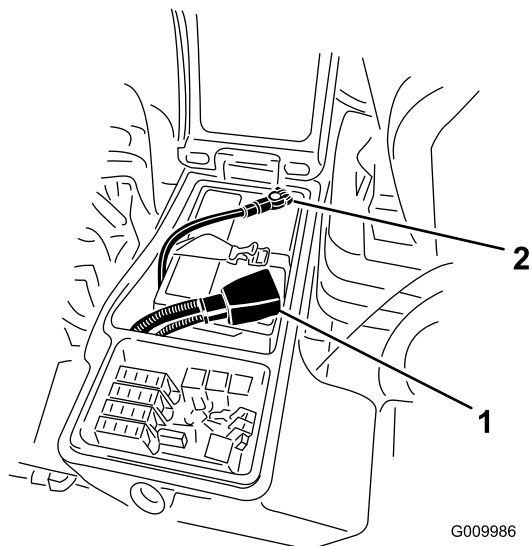

Bild 49
3. Klemmen Sie das Minuskabel (Schwarz) vom Minuspol (-) der Batterie und das Pluskabel (Rot) vom Pluspol (+) der Batterie ab (Bild 49).
6. Klemmen Sie das Pluskabel (Rot) am Pluspol (+) der Batterie und das Minuskabel (Schwarz) am Minuspol (-) der Batterie an (Bild 49).